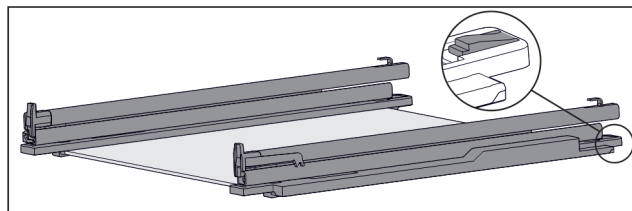

Fig. 155 带轨道和固定件的玻璃隔板
- ▶ 将固定件后部向下压(参见 Fig. 155)，同时向后推轨道。